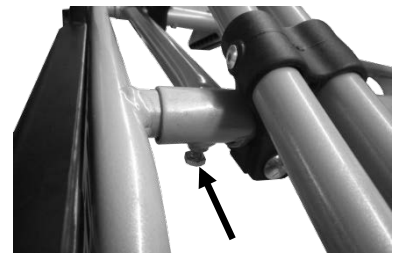

Figure 1 : Vis plateau porteur
- Desserrez les six vis hexagonales (figure 1) à l'arrière de l'extrémité arrière du plateau porteur, retirez-les complètement. Mettez les vis de côté de façon à ne pas les perdre.